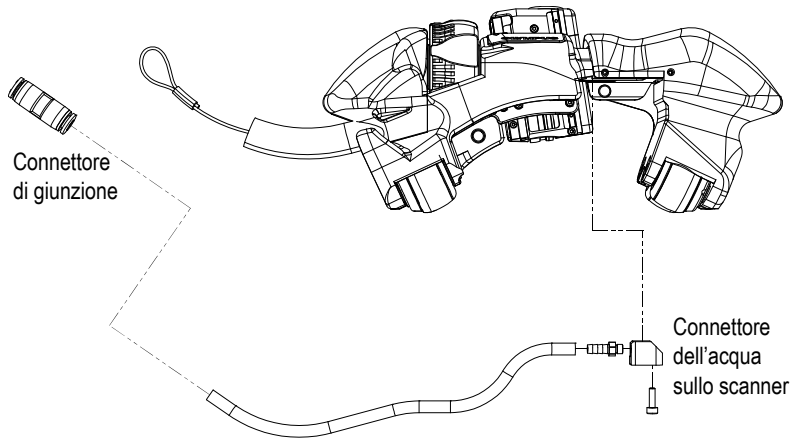

Figura 5-6 Sostituzione del tubo (illustrato disassemblato)
1. Rimuovere la vite che fissa il connettore dell'acqua allo scanner (vedi Figura 5-6 a pagina 54).